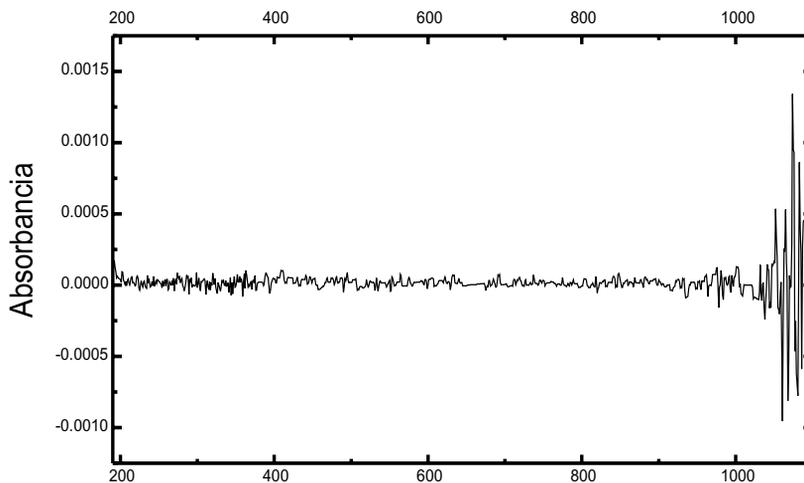
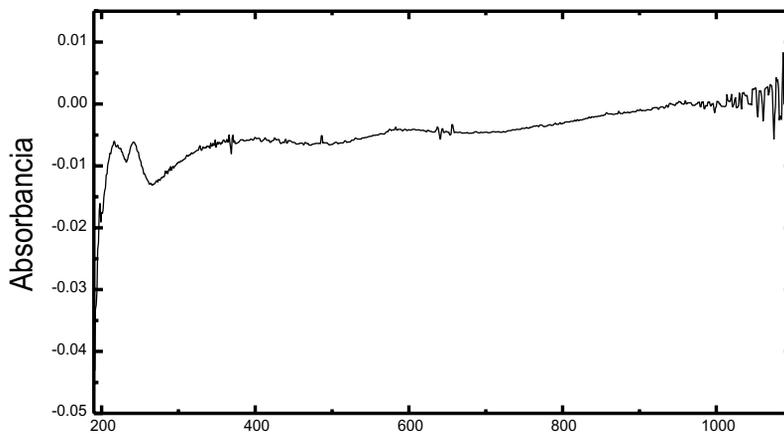

Figura 11 Ejemplo de un blanco en agua con una buena línea base
Figura 12 Ejemplo de un blanco en agua con burbujas, lo que provoca una mala línea base
- ✓ La medida de blanco muestra una línea base recta (la Figura 11 y la Figura 12 muestran una línea base buena y pobre)
Si el blanco o los espectros muestran artefactos similares a los de la Figura 12, consultar “Disolventes” en la página 40 para optimizar el procedimiento de medida.